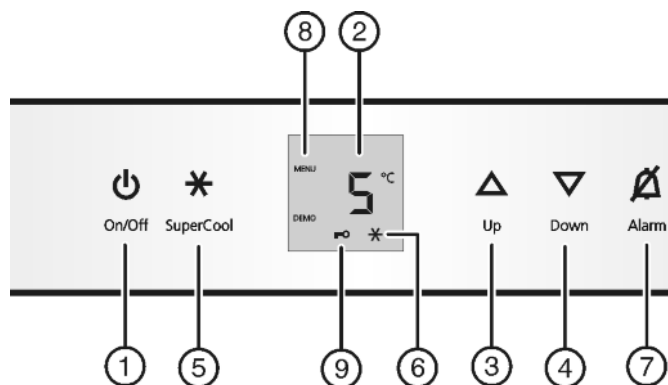

Fig. 2
- ▶ Taste On/Off Fig. 2 (1) drücken.
- ▶ Einstellmodus aktivieren: Taste SuperCool Fig. 2 (5) ca. 5 s drücken.
- ▶ Die Taste SuperCool Fig. 2 (5) kurz drücken, um zu bestätigen.
- ▶ Zum Einschalten der Kindersicherung Taste SuperCool Fig. 2 (5) kurz drücken.
- ▷ Das Symbol Kindersicherung Fig. 2 (9) leuchtet. In der Anzeige blinkt **c**.
- ▶ Zum Ausschalten der Kindersicherung Taste SuperCool Fig. 2 (5) kurz drücken.
- ▷ Das Symbol Kindersicherung Fig. 2 (9) erlischt. In der Anzeige blinkt **c**.
- ▶ Einstellmodus deaktivieren: Taste On/Off Fig. 2 (1) drücken.
- ▶ Taste Alarm Fig. 2 (7) drücken.
- ▶ Temperatur wärmer einstellen: Einstelltaste Up Fig. 2 (3) drücken.
- ▶ Temperatur kälter einstellen: Einstelltaste Down Fig. 2 (4) drücken.
- ▶ Taste SuperCool Fig. 2 (5) kurz drücken.
- ▷ Das Symbol SuperCool Fig. 2 (6) leuchtet in der Anzeige.
- ▷ Das Symbol SuperCool Fig. 2 (6) erlischt in der Anzeige.